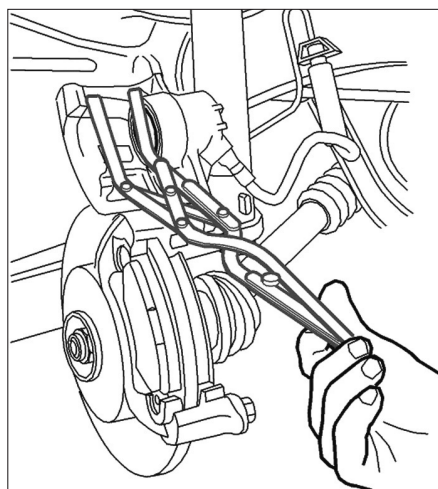

FIG. 6
- repousser le piston (avec, par exemple, une pince FACOM D.60A) (Fig.6).